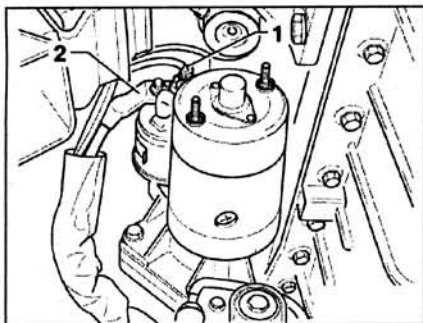

Рис. 8.1. Отсоедините разъем проводки **1** от клеммы 50. Отсоедините провод **2** от клеммы **30** втягивающего реле.
2. Отсоедините разъем проводки **1** от клеммы 50 (рис. 8.1). Отсоедините провод **2** от клеммы **30** втягивающего реле.